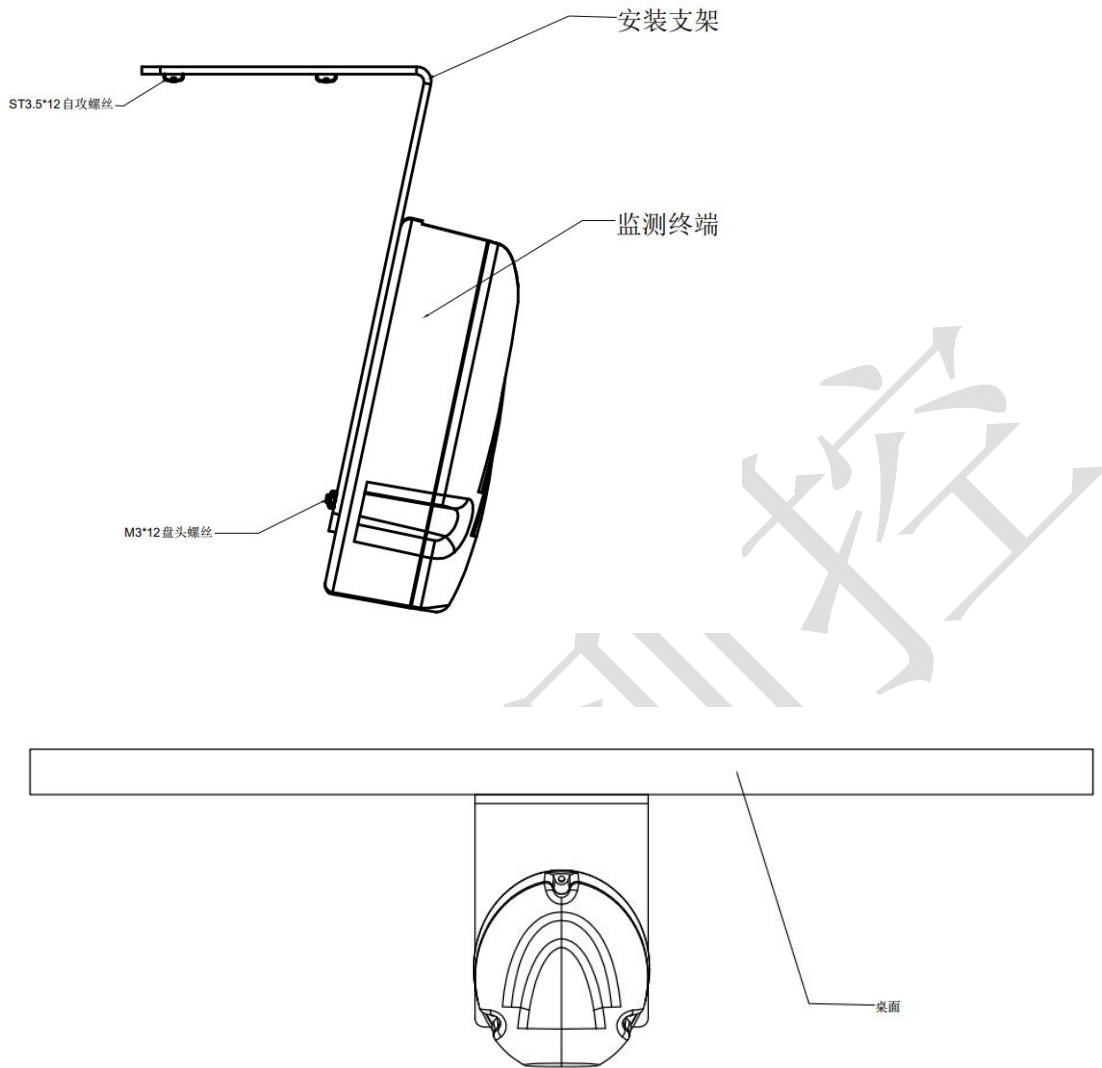

图3 工位占用状态传感器安装示意图
- a) 如图 3 所示，将安装支架使用 4 个 ST3.5 的自攻螺钉固定在工位桌面的下方，位置参照图 3；